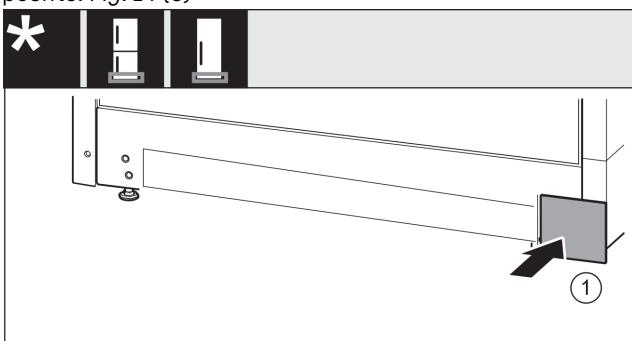

Fig. 15
- Vendosni sërisht në vend kapakun mbulues në anën tjetër. Fig. 15 (1)